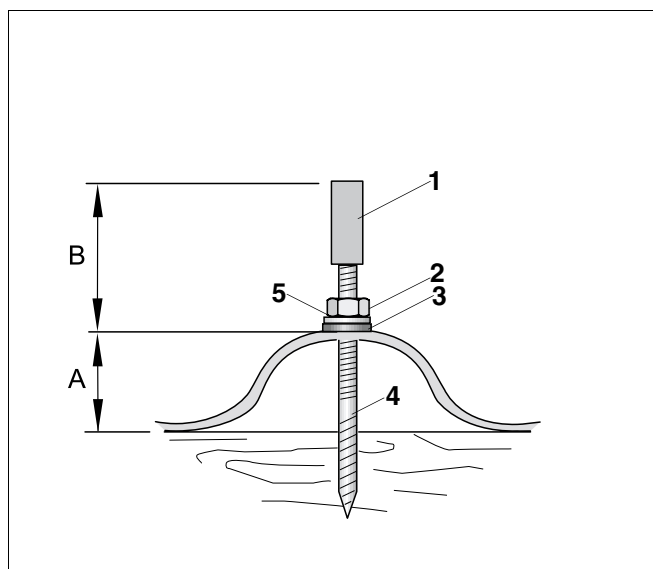

Fig. 7 Patte à vis montée sur le toit en tôles ondulées
- Enfoncez les pattes à vis jusqu'à ce que la dimension B (voir tabl. 2 et fig. 7) soit atteinte.
- Pour enfoncez les pattes à vis, veillez à ce que l'écartement B (tabl. 2 et fig. 7) soit le même pour toutes.
- Vissez l'écrou (fig. 7, **pos. 2**) à fond jusqu'à ce que la rondelle d'étanchéité (fig. 7, **pos. 3**) repose parfaitement sur le toit. Le perçage est ainsi étanchéifié.